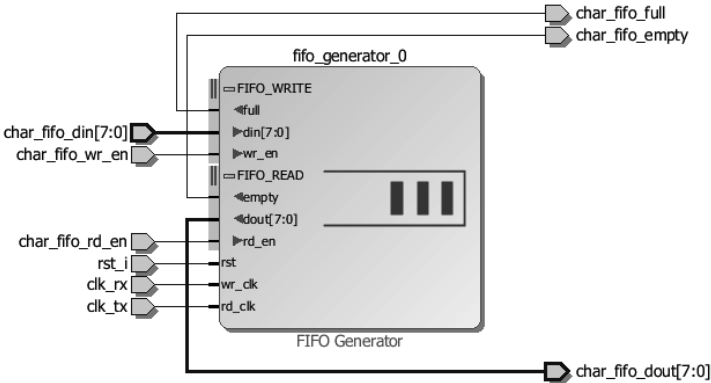

Рисунок 5.20. Генератор *FIFO IP*, повністю згенерований і підключений
4. Зробіть порти зовнішніми і назвіть їх, як показано нижче (рис. 5.20).